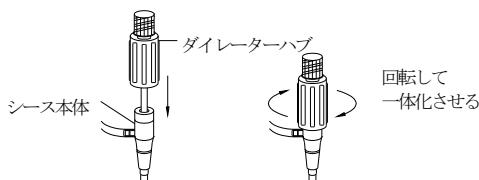

図1
- シースに段付ダイレーターを慎重に挿入し、ダイレーター・ハブを時計方向に回して締め込み、シース本体と一体化する(図1参照)。